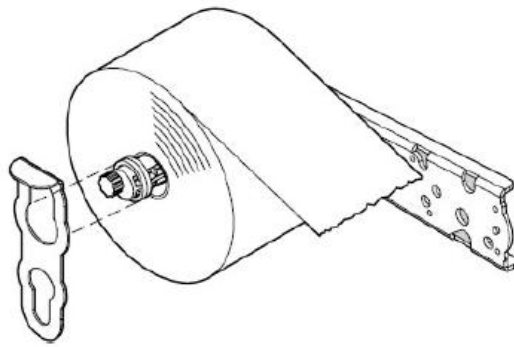

Рис. 7
1. Установите рулон чековой ленты на ось и закрепите его фиксатором см. рис.7